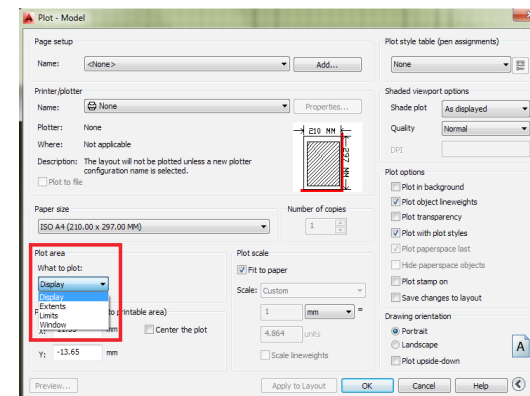

Рис. 127 Выбор области для печати
- **Plot area (Область печати).** В этом разделе мы выбираем область, которую будем печатать (Рис. 127).